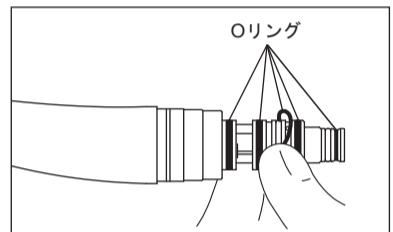

図23
- 2) 交換するOリングを指先でたるみをつけて取り外します(図23)。